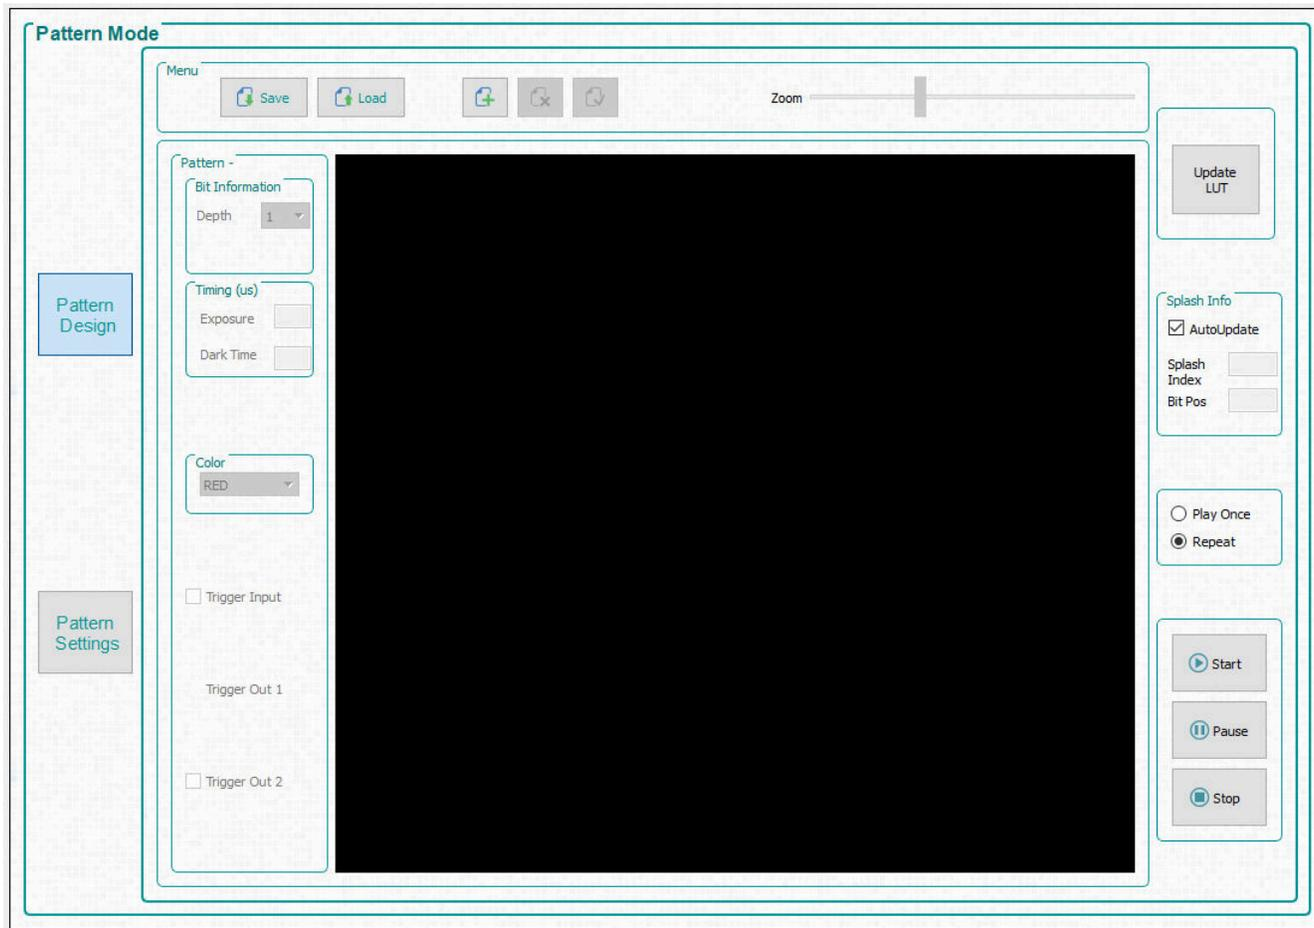

図 5-1. [Pattern Mode] パネル
1. **[Operating Mode]** グループ ボックスで **[Pattern On-The-Fly Mode]** を選択してから、**[Pattern Design]** ボタンをクリックすると、図 5-1 に示すようなパネルが表示されます。